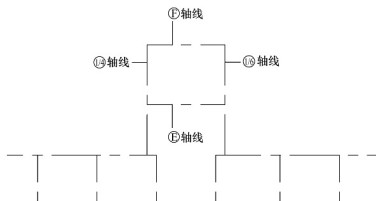

图 2.36 用【延伸】命令延伸图形
① 在**选择对象或<全部选择>**:提示下，选择⑭和⑮轴线，则⑭和⑮轴线变虚。这样就选择⑭和⑮轴线作为延伸边界，即下面将把⑤和⑥轴线左端延伸至⑭轴线处，右端延伸至⑮轴线处。
② 按 Enter 键进入下一步命令。
③ 在**选择要延伸的对象，或按住 Shift 键选择要修剪的对象，或[栏选(F)/窗交(C)/投影(P)/边(E)/放弃(U)]**:提示下，分别单击⑤和⑥轴线的左右端点。
④ 按 Enter 键结束【延伸】命令，这时⑤和⑥轴线的左右两侧的端点分别延伸至⑭和⑮轴线处，如图 2.36 所示。